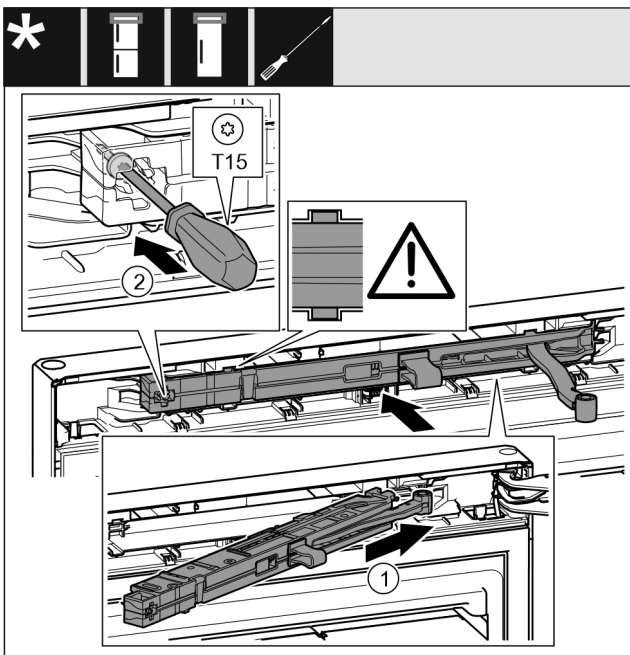

Fig. 25
- ▶ Jednotku tlmiča uzatvárania zasuňte na strane ložiskovej konzoly až na doraz šikmo do vybrania. Fig. 25 (1)
- ▶ Skrutkovačom T15 pevne zaskrutkujte skrutku. Fig. 25 (2)